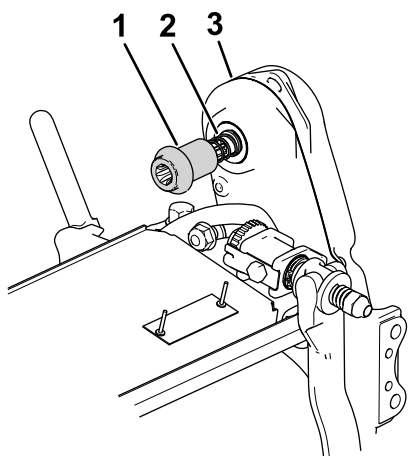

Figura 7
4. Instale el acoplamiento y el muelle en el conjunto de transmisión del molinete de la unidad de corte (Figura 7).
5. Asegúrese de que el acoplamiento (Figura 7) se desplace fácilmente hacia delante y hacia atrás en el árbol de la transmisión.